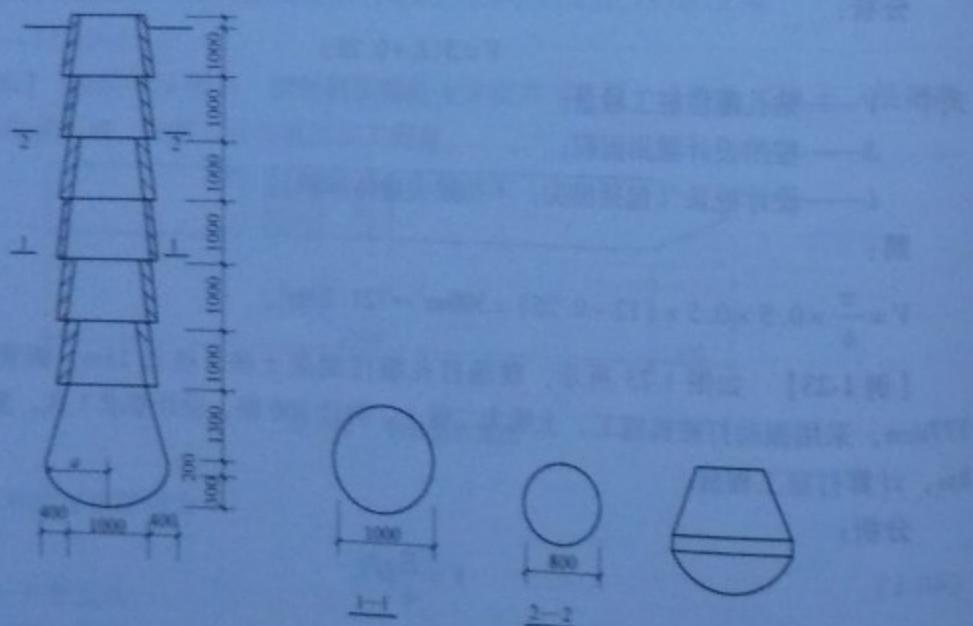

图 1-24 柱基础示意图
**【例 1-24】** 如图 1-24 所示, 柱基础采用人工挖孔扩底灌注桩, 共计 132 根, 计算人工挖孔灌注桩工程量。